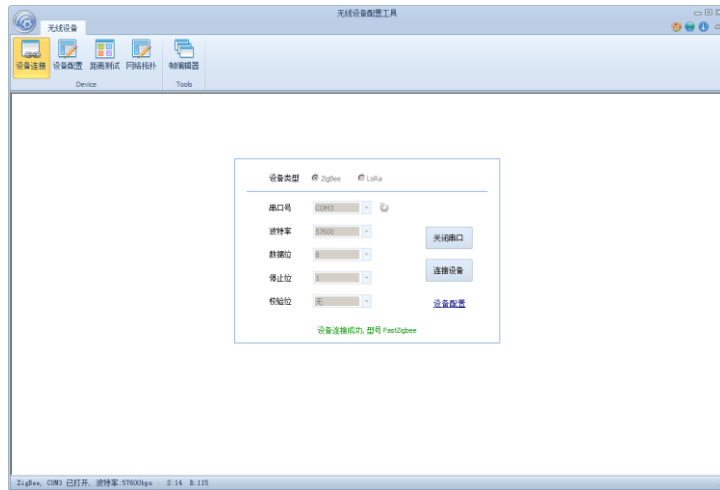

图 4.1 连接设备
1. 打开配置工具，选择连接 ZM82 Demo Board 评估板的串口，设备类型选择 ZigBee，串口参数按照模组配置的串口参数设置（模组出厂的默认参数是波特率 57600、8 位数据位、1 位停止位、无校验），点击【打开串口】，然后点击【连接设备】，提示设备连接成功，如图 4.1 所示。